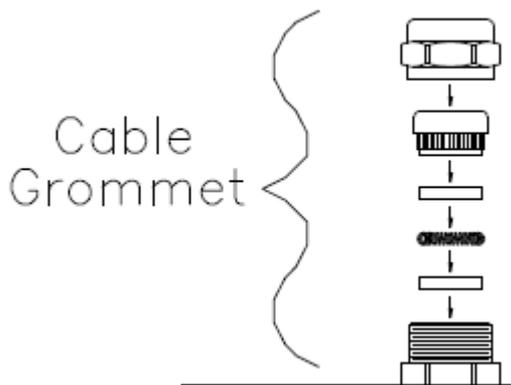

Рис. 6. Изоляционная втулка кабеля
1. Снимите изоляционную втулку кабеля с нужного корпуса разъема ввода/вывода (см. Рисунок 6).